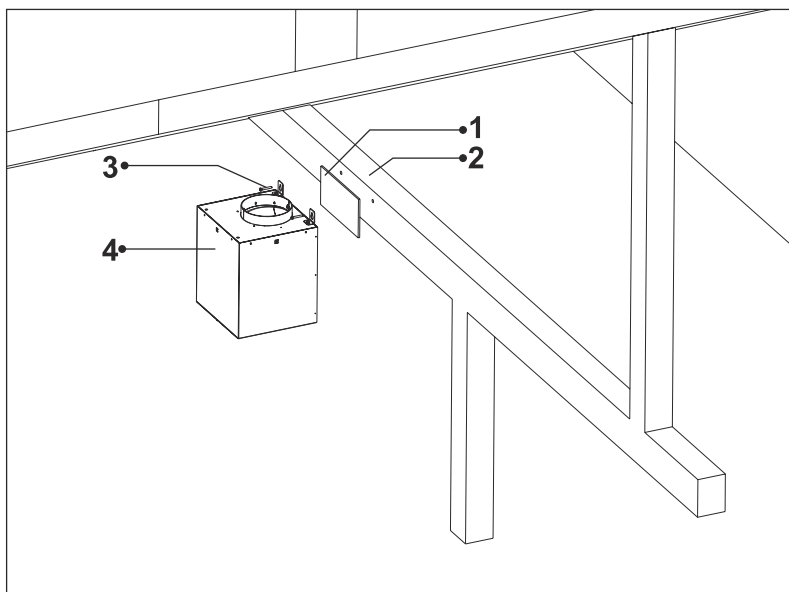

Fig. 11
7. ➤ Montera den externa takmotorn på spärren/läkten med 2 x 5,5x60mm skruvar (Fig. 11).